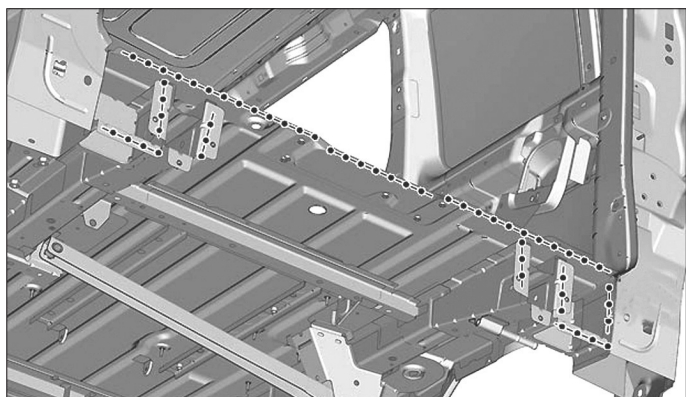

FIG. 110
- Préparer les bords d'accostage et les protéger par un apprêt soudable (Fig.110).